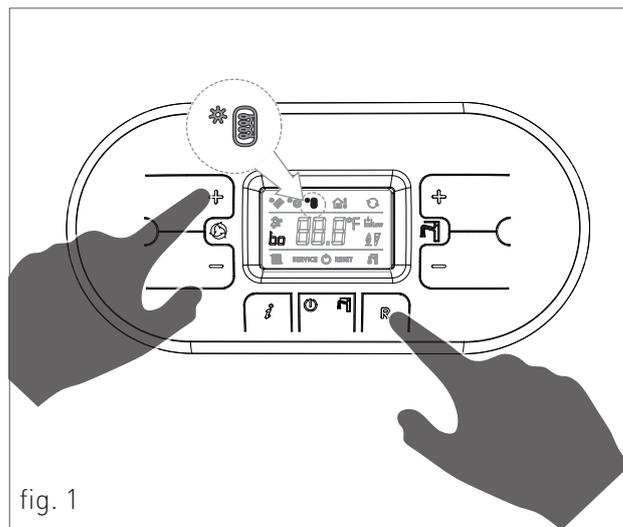

fig. 1
- › Tenere premuti per 7 secondi i tasti reset **(R)** e **(+)** del simbolo RICIRCOLO , la comparsa della scritta 'bo ON' e del simbolo  indica che la funzione è stata attivata (fig. 1).
Procedere al riempimento del sifone raccogli condensa nel seguente modo (vedi fig. 1):